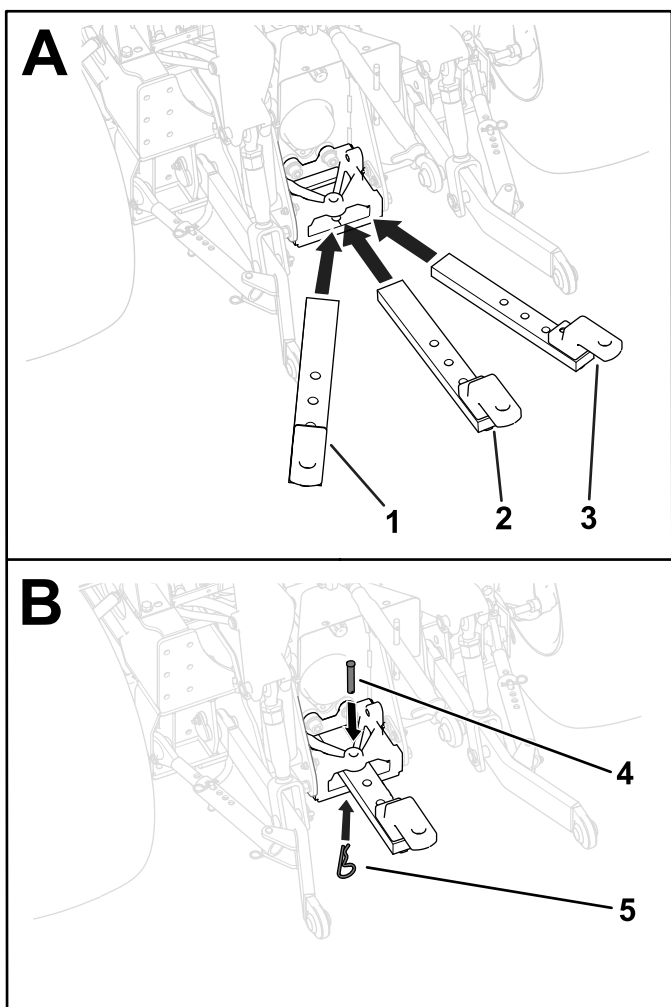

Рисунок 21
Буксировочную штангу можно установить в левом отрегулированном положении, правом отрегулированном положении или в среднем положении (Рисунок 21). Определите подходящее положение буксировочной штанги для вашего навесного оборудования, затем установите буксировочную штангу следующим образом:
1. Вставьте буксировочную штангу в опору штанги (**Рисунок 21**).
2. Прикрепите буксировочную штангу к опоре, вставив шплинтуемый штифт через одно из трех монтажных отверстий в буксировочной штанге и закрепив штифт игольчатым шплинтом (**Рисунок 21**).